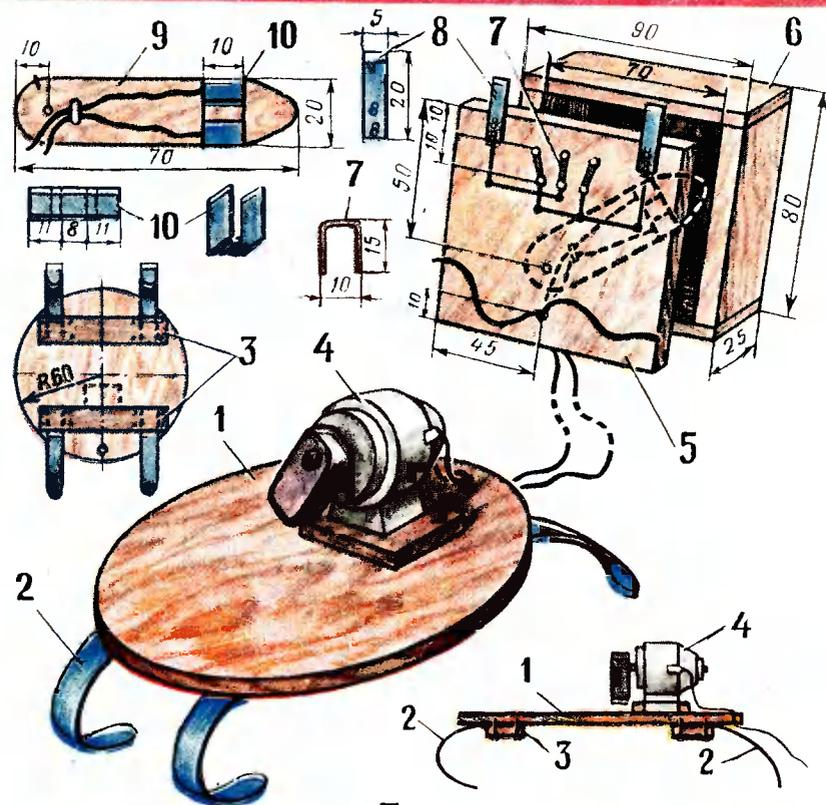

РИС. 3
**ВИБРОХОД** (рис. 3). Как и щеткоход, он движется благодаря вибрации корпуса от микродвигателя, на валу которого насажен груз-резинка.